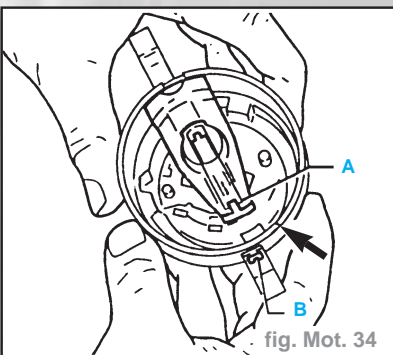

fig. Mot. 34
- S'assurer que le doigt rotatif (A) indique vers la vis de fixation (B) (fig. Mot. 34).